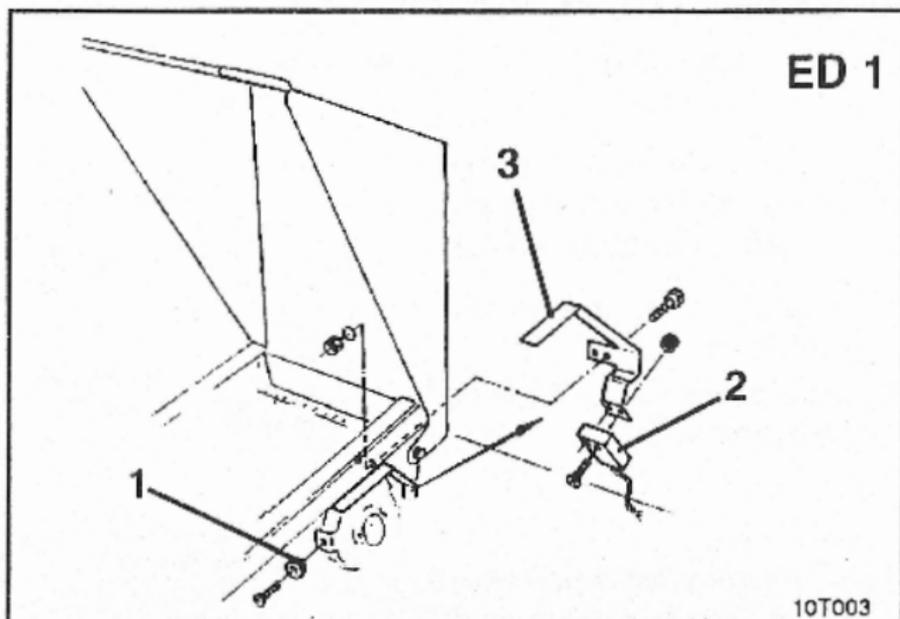
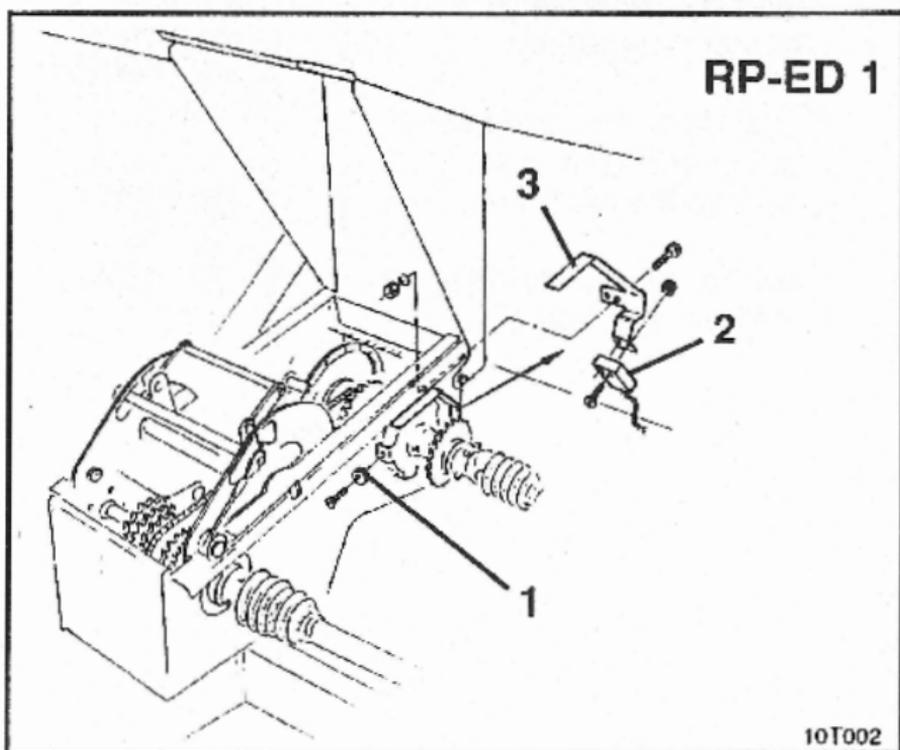

Fig. 9.6
Fig. 9.7
Fijar el sensor y el imán en la ED 1 (fig. 9.6) o en la RP-ED 1 (fig. 9.7) al comienzo de la transmisión regulable de cadena:
- Atornillar el imán (fig. 9.6/1 ó fig. 9.7/1) en el disco de impulsos del eje de la transmisión con un tornillo cortante M4 x 10.
- Para fijar el sensor aflojar el soporte de impulsos (fig. 9.6/3 ó fig. 9.7/3) y finalmente apretar de nuevo.
- Atornillar el sensor (fig. 9.6/2 ó fig. 9.7/2) en el soporte de impulsos (fig. 9.6/3 ó fig. 9.7/3).